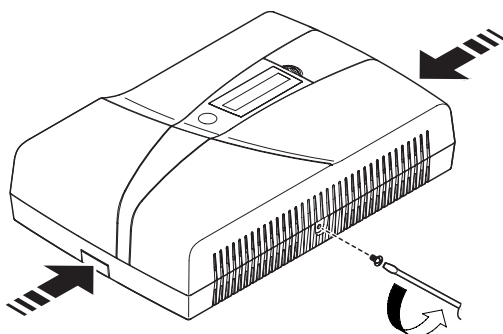

fig. 1
- aprire il coperchio svitando la vite posta sul fondo della Centrale (fig. 1).
- sganciare il coperchio dal contenitore esercitando una leggera pressione in corrispondenza delle “linguette” laterali come indicato nella figura (fig. 1).